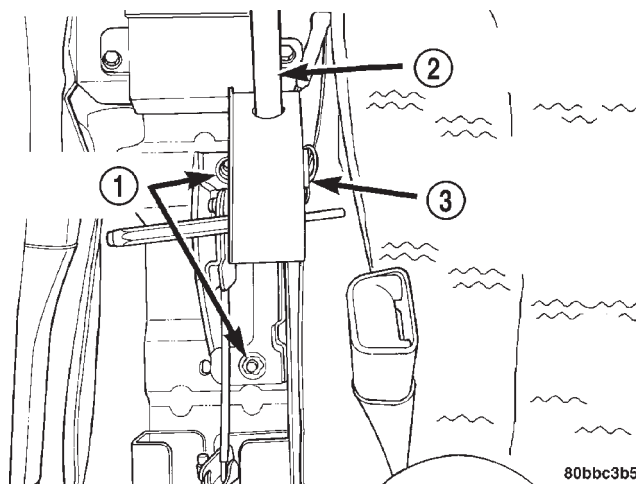

Fig. 38 Palanca de freno de estacionamiento
(7) Retire el conector eléctrico del mazo de cableado del conmutador de luz de advertencia de freno de estacionamiento en la palanca del freno de estacionamiento (Fig. 38).
(8) Retire las dos tuercas que fijan la palanca del freno de estacionamiento en el vehículo (Fig. 38).
(9) Retire la palanca del freno de estacionamiento del vehículo.
(1) Coloque la palanca del freno de estacionamiento en los espárragos de instalación en el suelo del vehículo. Instale y apriete las dos tuercas de instalación con una torsión de 28 N·m (250 lbs. pulg.) (Fig. 38).
(2) Conecte el conector eléctrico de mazo de cables en el conmutador de luz de advertencia de freno de estacionamiento (Fig. 38).